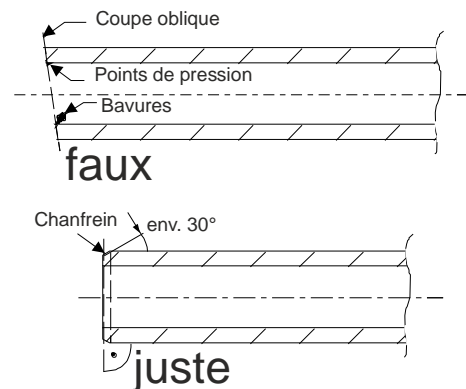

Fig. 36 Découpage des tubes
- Les tubes doivent être coupés à la longueur souhaitée au moyen d'un coupe-tubes. Pour ce faire, s'assurer que la coupe est bien perpendiculaire à l'axe du tube. Enlever les éventuelles bavures, Fig. 36.
- Les extrémités des tubes doivent être légèrement chanfreinées au moyen d'un outil adéquat, p. ex., un grattoir (facette), Fig. 36.